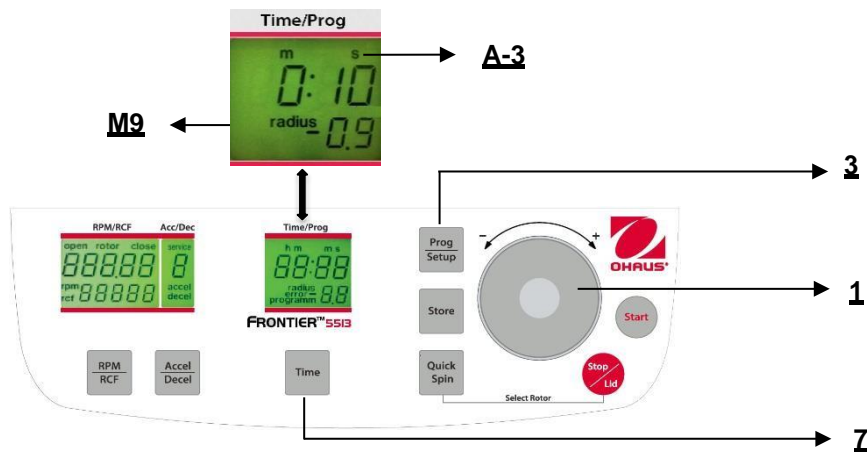

Figura. 18
Cierre la tapa, luego presione el botón "**Time**" (7) (vea la Figura 18) y el botón "**Prog/Setup**" (3) al mismo tiempo manténgalos presionados.